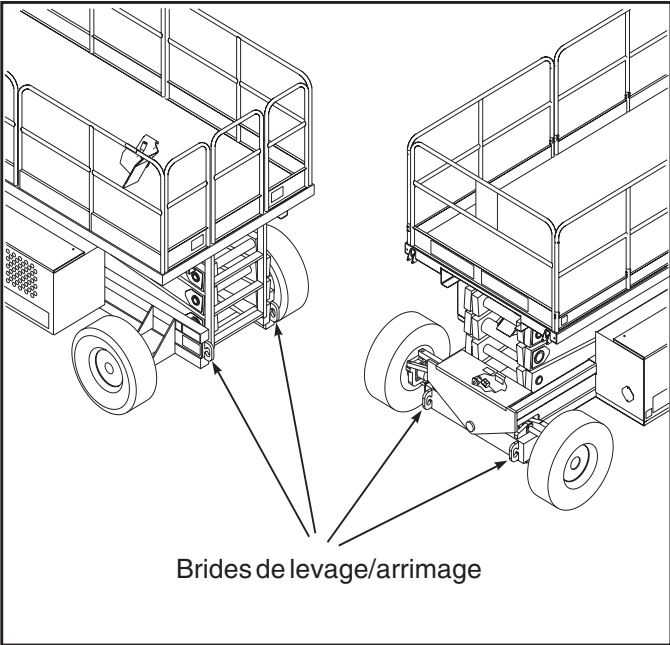

Figure 8 : Transport de la plate-forme élévatrice
1. Attacher les sangles au châssis, seulement aux brides de levage/arrimage (figure 8).
2. Arrimer la plate-forme élévatrice sur le véhicule de transport au moyen de chaînes ou de sangles assez fortes pour la retenir. Attacher ces dernières aux brides de levage/arrimage du châssis (figure 8).